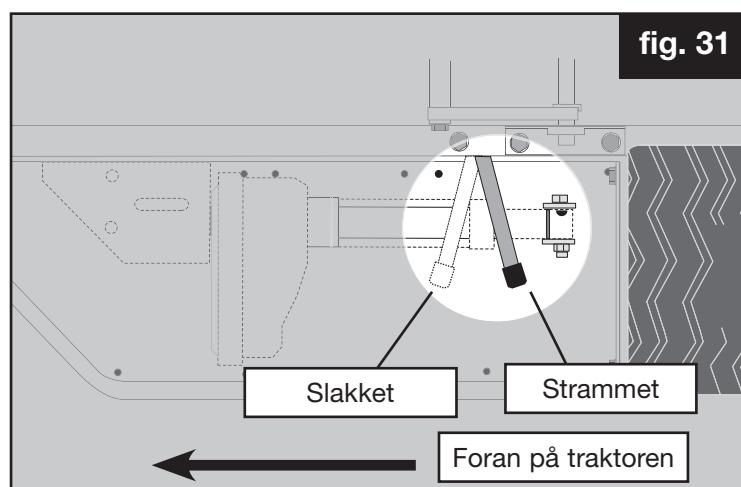

fig. 31
### Ta av klippedekselet (fig. 31, 32, 33 og 33a)
2. Slakk klipperdrivremmen med spaken under venstre stigbrett (fig. 31).
1. Slakk strammingen av remmen ved å trekke remstrammespaken (side 14, fig. 31) forover.
- ✓ At strammestangen er korrekt brukt (side 14, fig. 31).